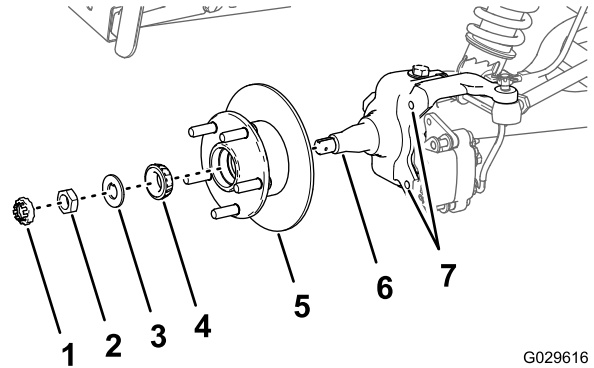

図 35
1. スピンドルに所定のグリスを薄く塗る 図 35。
2. ハブとロータをスピンドルに取り付ける。ロータを内側にする 図 35。
3. スピンドルに外側ベアリングを取り付けてレースにはめる 図 35。
4. スピンドルにタブワッシャを取り付ける 図 35。
5. スピンドルにスピンドルナットを取り付け、ハブを回しながらナットを締めつける 図 35。
2. ブレーキパッドをロータのそれぞれの側に合わせ 図 31、キャリパブラケットの穴と、スピンドルフレームのブレーキ取り付け部の穴を整列させる 図 35。